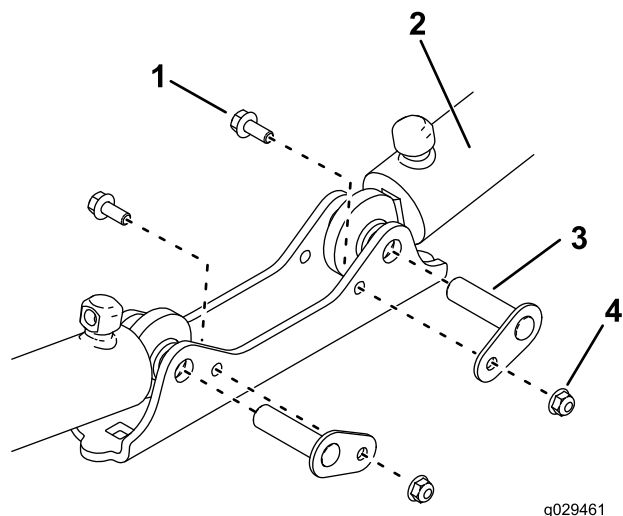

Figura 6
3. Rimuovete i cilindri idraulici dalla piastra di appoggio del cilindro (Figura 6).